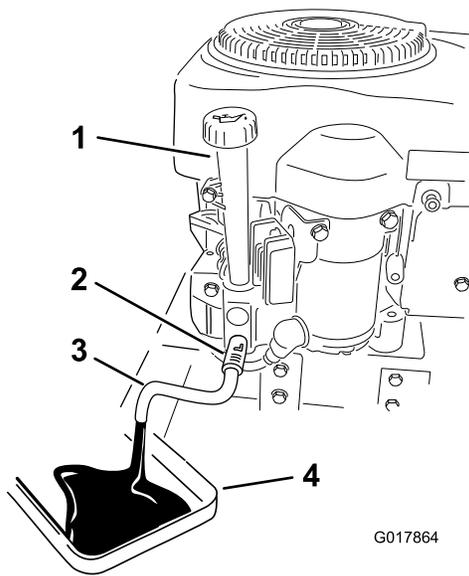

Bild 32
4. Reinigen Sie den Bereich um das Ablassventil. Ermitteln Sie am Maschinenrahmen den Ölablassschlauch und schieben Sie ihn auf das Ablassventil (Bild 32).
6. Stellen Sie eine Auffangwanne direkt unter den Ölablassschlauch unter die Maschine (Bild 32).
8. Entfernen Sie den Ölfüllstutzendeckel bzw. Peilstab (Bild 32).
12. Gießen Sie ca. 80 % der angegebenen Ölmenge langsam in den Einfüllstutzen (Bild 32).